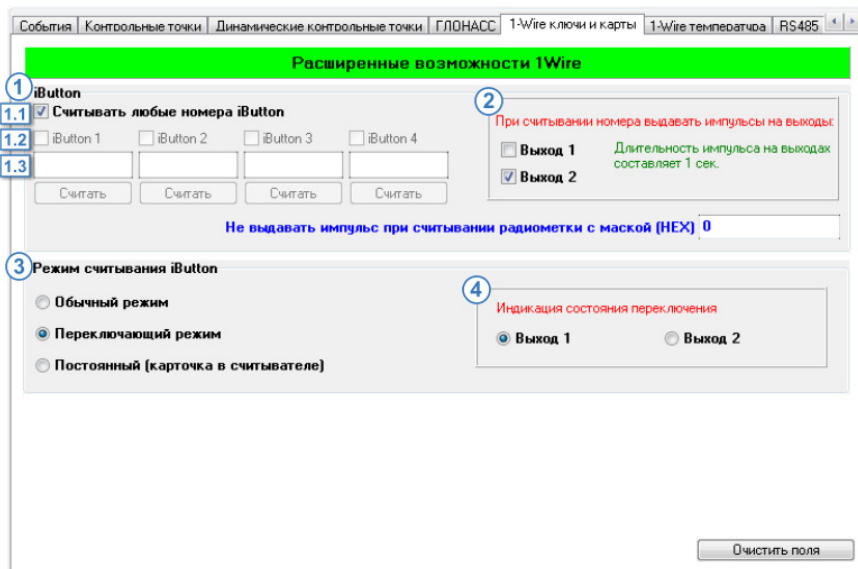

Рис.35. Вкладка «1-Wire ключи и карты».
На вкладке «1-Wire ключи и карты» (Рис.35) пользователь может настроить работу контроллера с 1-Wire ключами, которые используются для идентификации, например, водителя транспортного средства, на котором установлен контроллер «АвтоГРАФ».
- нажать кнопку «Считать». Номер ключа будет занесен в соответствующее поле (**Рис.35, п.1.3**) в программе «AG.GSMConf».